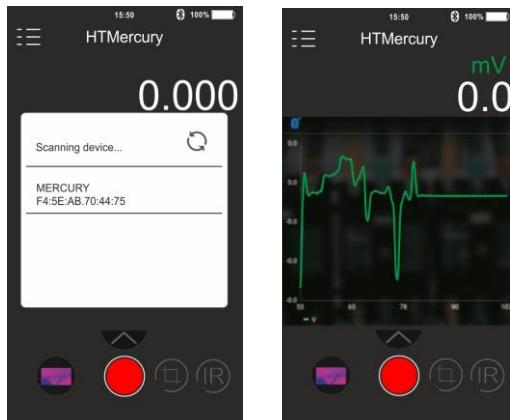

Fig. 44: Comunicação com o aplicativo APP HTMercury
- Efetuar a procura do instrumento no APP (ver Fig. 44 – parte esquerda)
- A visualização em tempo real do sinal na entrada no instrumento aparece no dispositivo móvel (ver Fig. 44 – parte direita) e é possível guardar capturas de ecrã (screenshots) e ativar/guardar as gravações dos menu internos do APP. Além disso, é possível guardar screenshots de imagens termográficas e inserir nessas objetos para análises avançadas (ver Fig. 45). Veja a ajuda on-line do APP para mais detalhes.